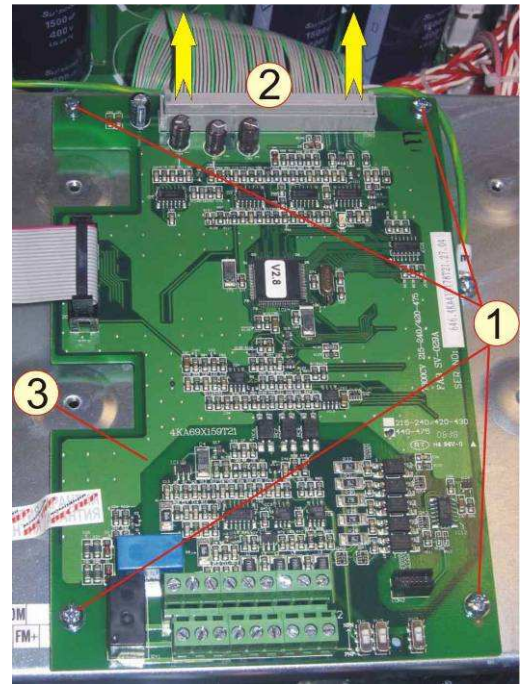

Рисунок 6.8
6.4.3 Отсоединить розетку 2 кабеля платы драйверов (рисунок 6.8).
6.4.4 Выкрутить четыре винта 1 и снять плату 3 (рисунок 6.8). Отсоединить кабель пульты от платы. Положить винты, кабель и плату в тару.